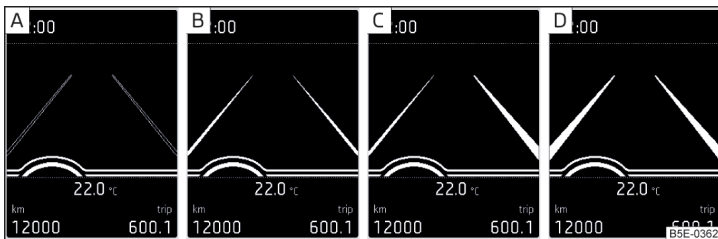
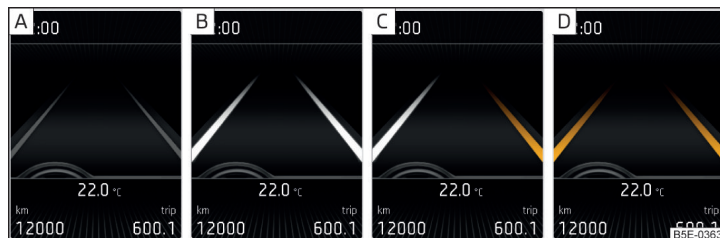

Fig. 310 Pantalla monocromática del cuadro de instrumentos combinado: ejemplos de las indicaciones del sistema
Fig. 311 Pantalla de color del cuadro de instrumentos combinado: ejemplos de las indicaciones del sistema
**Indicaciones del sistema** » fig. 310 y » fig. 311